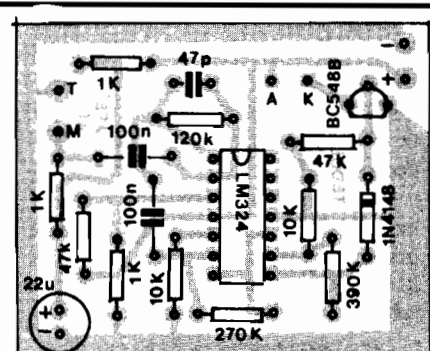

Fig.3
- FIG. 3 - "CHAPEADO" DA MONTAGEM - A placa, agora vista pelo seu lado não cobreado, mostra todos os principais componentes já devidamente posicionados, funcionando a figura como um eficiente "guia" de montagem ao Hobbysta. É só respeitar cada código, posição, valor e polaridade para que as inserções fiquem todas corretas e a montagem seja levada a bom termo... Os pontos mais importantes referem-se às posições do Integrado (extremidade marcada voltada para a localização do resistor de 120K), do transistor (lado "chato" voltado para a posição do resistor de 47K), do diodo (extremidade de **catodo** indicada pela faixinha ou anel em cor contrastante) e a polaridade do capacitor eletrolítico (nitidamente demarcada). Quanto aos demais componentes, o essencial é não "trocar as bolas", ou seja: observar com atenção os valores em função das localizações... Como sempre recomendamos, as soldagens devem ser feitas com ferro de baixa "wattagem", ponta fina, utilizando também solda de baixo ponto de fusão, evitando-se excessos ou faltas da liga da solda nos pontos e ilhas... Depois de tudo devidamente inserido e soldado, cada ponto, componente, valor, polaridade, posição, etc., deve ser conferido, para só então serem "amputados" os excessos de terminais, pelo lado cobreado...